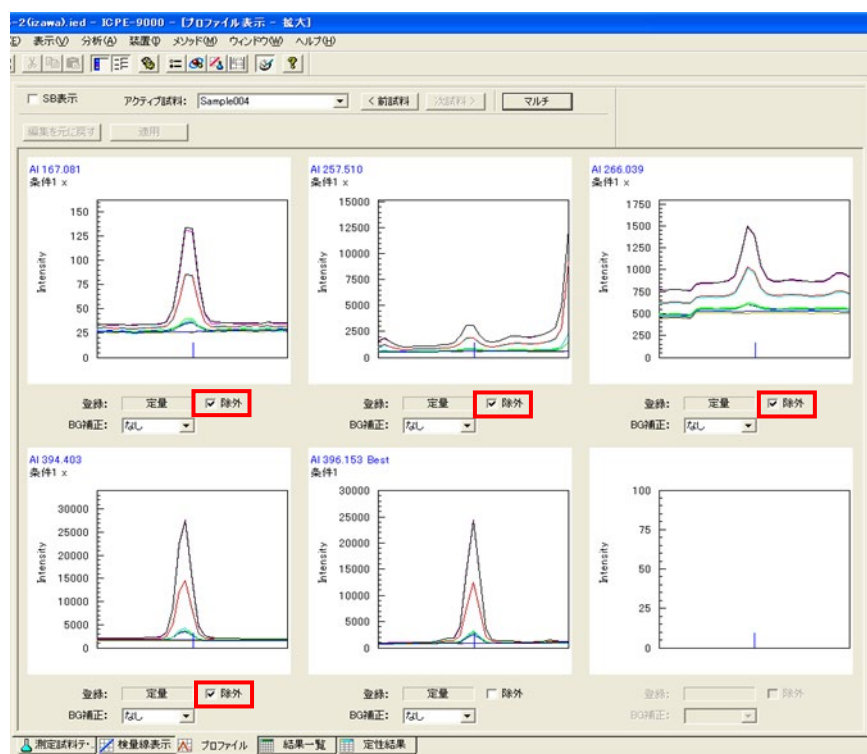

図 63
- ② 1 元素で波長ごとの検量線が表示されますが、**最適波長だけを表示する場合は**、プロフィール画面で **Best** 以外の波長には「除外」にチェックを入れる则表示されません。 図 63